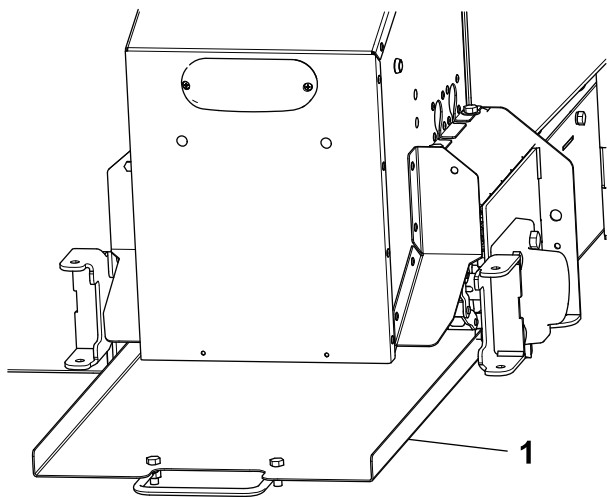

图28
3. 向上提起清洁托盘把手，以脱离安装孔，并将托盘滑出（图28）。